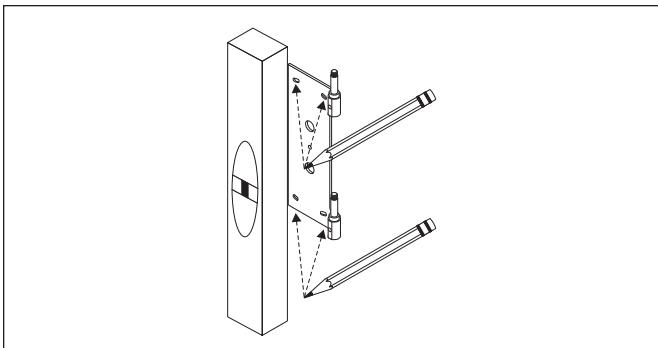

Figure 4. Étape 4
- 4 À l'aide du niveau, cadrez le support mural et maintenez-le bien collé sur le mur, en plaçant le trou central du support mural sur le point central que vous venez de tracer. Les charnières cylindriques du support mural doivent pointer en direction opposée du mur et les tiges de charnière doivent pointer vers le plafond. Tracez quatre points (deux au-dessus et deux au-dessous du support) à l'intérieur des découpes en forme d'arc du support mural (voir figure 4).